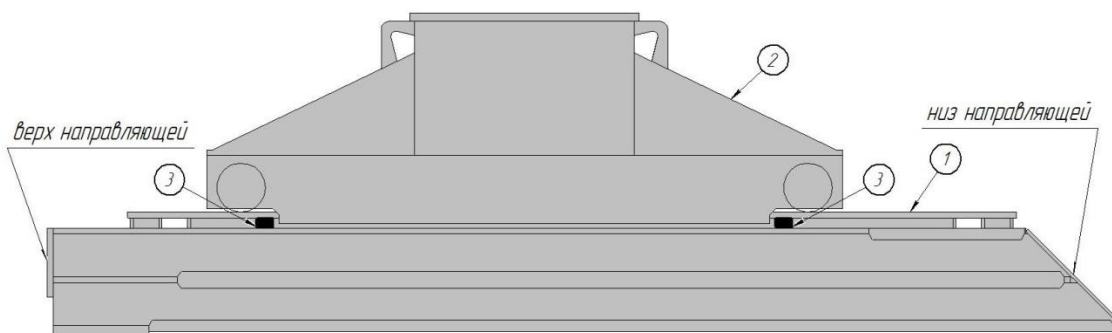

Рисунок 2
3.1.4 Когда роликовая распорка окажется в центре направляющей (1), её фиксируют с помощью фиксаторов (3) (см. рисунок 2). Расположенные сбоку на направляющей окна предназначены для фиксации роликовой распорки на определенной высоте. Высота расположения роликовой распорки на направляющей зависит от диаметра прокладываемой трубы.